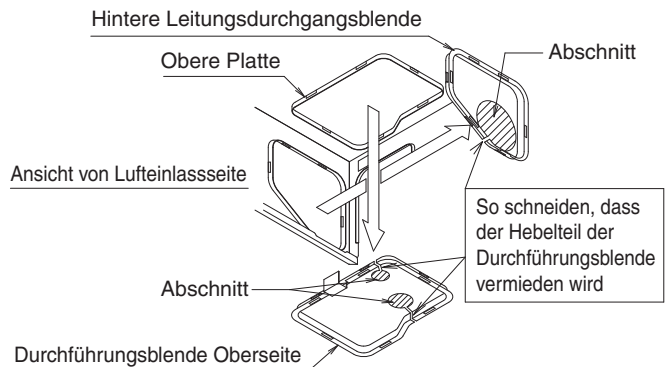
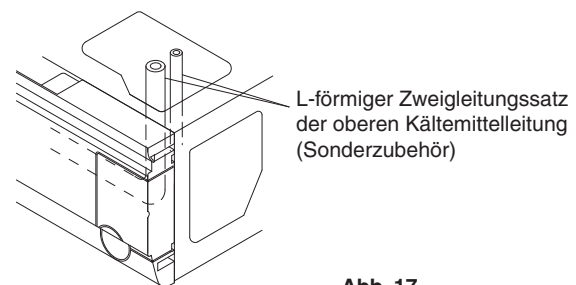
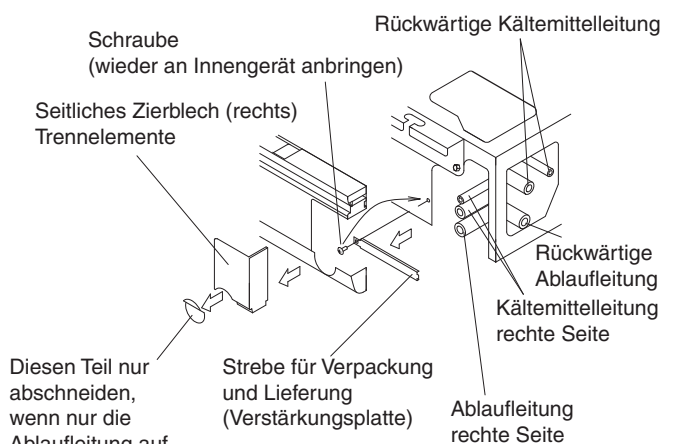
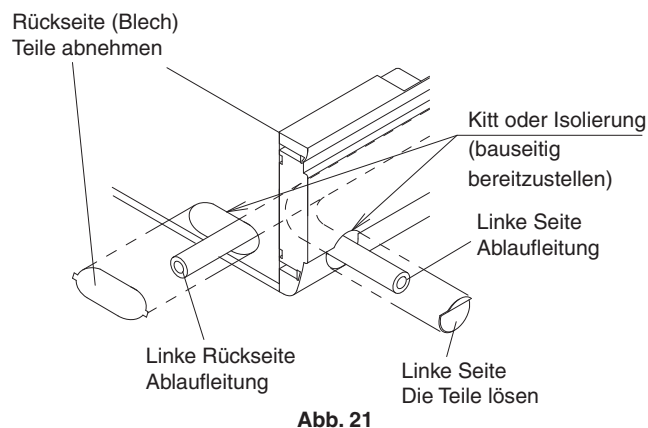

Abb. 16
Abb. 17
Abb. 18
Abb. 21
- Entfernen Sie die Strebe für Verpackung und Lieferung (Verstärkungsplatte), bevor Sie an Kältemittelleitungen arbeiten. (Siehe Abb. 18)
(1) Rückseitige Rohre
- Entfernen Sie die hintere Durchlassabdeckung und schließen Sie die Leitungen an. (**Siehe Abb. 16 und 18**)
(2) Rückseitige Rohre
- Entfernen Sie die obere Durchführungsblende und stellen Sie den Leitungsanschluss mit Hilfe des Leitungssatzes für L-förmige Verbindungen (optionales Zubehör) her. (**Siehe Abb. 16 und Abb. 17**)
(3) Rohrleitungen der rechten Seite
- Entfernen Sie die Strebe für Verpackung und Lieferung (Verstärkungsplatte) an der rechten Seite und bringen Sie die Schraube wieder an der ursprünglichen Position am Gerät an. (**Siehe Abb. 18**)
- Öffnen Sie das Ausbrechloch an der seitlichen Zierblende (rechts) und schließen Sie die Leitungen an. (**Siehe Abb. 18**)
- Schneiden Sie nach dem Anschließen der Leitungen die zuvor entfernte Durchlassöffnung entlang der Form der Rohrleitungen ab und führen Sie die Installation durch. Bringen Sie auch für die zuvor entfernte Durchführungsblende der Oberseite den Swing Blade-Motor und die Thermistorleitung durch die Schelle an der Durchführungsblende der Oberseite an und befestigen sie diese. **(Siehe Abb. 16 und 19)**
(1) Führen Sie die Ablaufleitungen aus.
- Ablaufleitungen können aus den folgenden Richtungen angeschlossen werden: Für rechts hinten/rechts siehe **Abb. 18** unter "6. KÄLTEMITTELEITUNGSARBEITEN", und für links hinten/links siehe **Abb. 21**.